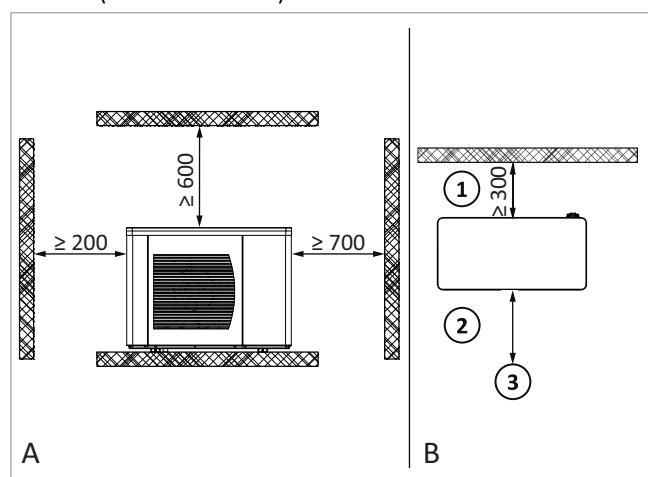
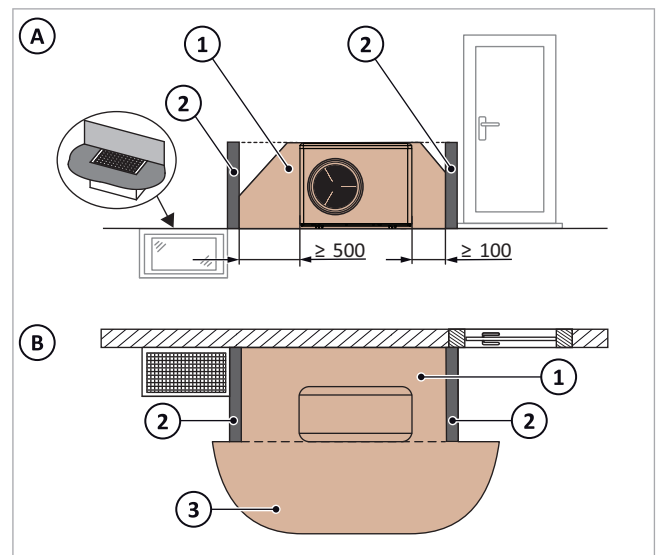

Abb. 5: Mindestabstände SolvisPia - Ansicht frontal (A) und Ansicht von oben (B)
Abb. 10: Reduzierter Schutzbereich mit gasundurchlässiger Trennwand bei Solvis-Wärmepumpen (R290) frontal (A) und von oben (B)
Zur Minimierung der Geräuschbelästigung und für die Wartung müssen Mindestabstände zu Wänden eingehalten werden (siehe → Abb. 5).
Die Höhe der Trennwand muss mindestens bis zur Oberkante der Wärmepumpe reichen (vgl. → Abb. 10 (A)). Die Tiefe der gasundurchlässigen Trennwand muss mind. der Tiefe von SolvisPia entsprechen (vgl. → Abb. 10 (B)). Zusätzlich die Mindestabstände für Montage- und Wartungsarbeiten beachten (siehe → Abb. 5, S. 10).